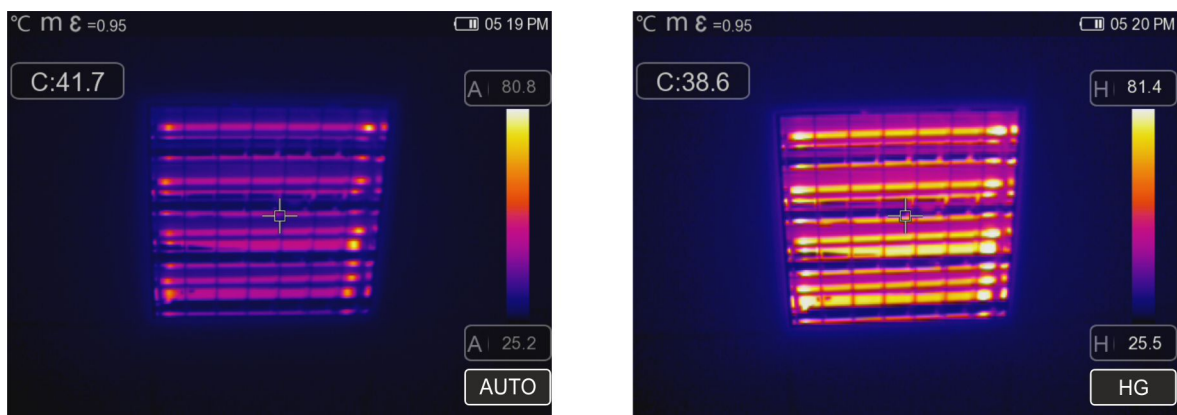

Fig. 45: Réglage des modes Automatique et Histogramme
- Mode **Histogramme (HG)** → les niveaux de température minimum et maximum de l'objet affiché sont toujours définis automatiquement, comme en mode Auto, par l'instrument, mais dans ce cas les zones de l'image où les valeurs de température sont très différentes de celles des zones adjacentes sont particulièrement mises en évidence. La relation entre la température et la couleur de la palette est **non linéaire** selon un algorithme d'histogramme. Ce mode met l'accent sur l'affichage des images dans des environnements de travail très sombres
1. Appuyez sur la touche  ou touchez l'icône « AUTO » dans la partie inférieure droite de l'écran. Les pages-écrans Fig. 45 montrent les sélections des modes « AUTO » et « HG »